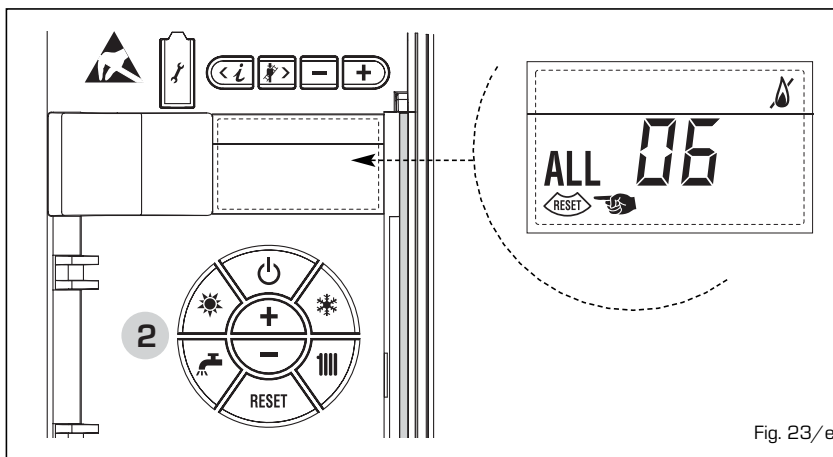

Fig. 23/e
- **ANOMALIA TERMOSTATO SICUREZZA "ALL 07"** (fig. 23/f)